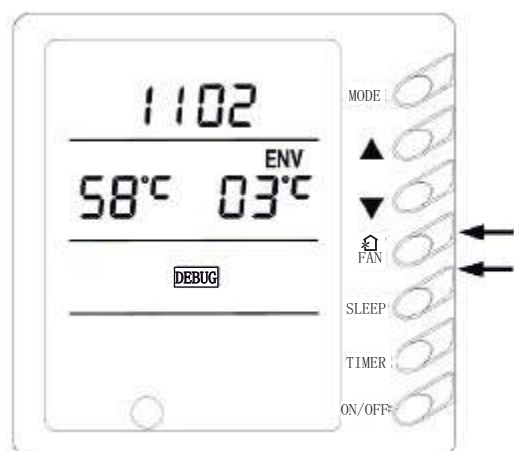

Рис.3.19
12. Обзор параметров системы (Рис. 3.19/3.20)